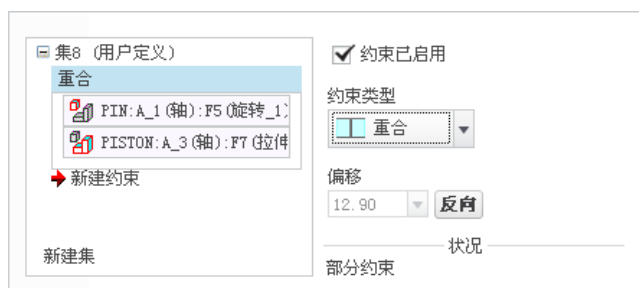

图 9.5.20 “重合”约束参考
(1) 单击 **模型** 功能选项卡 **元件** 区域中的“装配”按钮 。打开文件名为 **pin.prt** 的零件, 引入零件**销 (pin)**。
(2) 创建“重合”装配约束, 将零件**销 (pin)** 装配到零件活塞 (Piston) 中, 轴  **重合** 约束和平面  **重合** 约束的参考分别如图 9.5.20 及 9.5.21 所示。